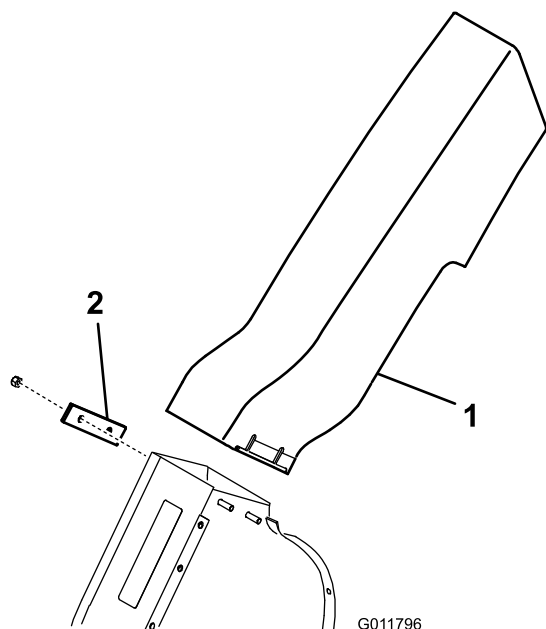

Figura 20
2. Fate scorrere il gruppo guida di scarico sull'apertura del soffiatore e sui perni di montaggio (Figura 20).
3. Abbassate il cofano della tramoggia e allineate la guida di scarico con il muso del cofano. Assicurate la guida di scarico al soffiatore con (4) dadi di bloccaggio da 5/16 poll. e (2) staffe della guida di scarico (Figura 20).